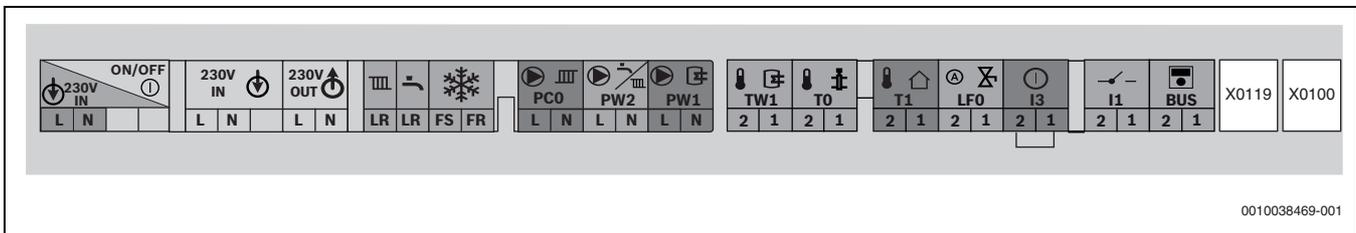

Bild 24 Klemmleiste für externes Zubehör
- ▶ Kabel an der Klemmleiste für externes Zubehör (→ Bild 24) anschließen.